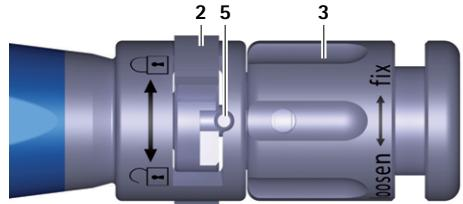

Fig. 4 Grande plano do instrumento introdutor, implante de ensaio/implante tensionado
- ▶ Rodar a porca giratória 3 no instrumento introdutor A no sentido horário (sentido "fix"), até o implante de ensaio ficar sob tensão, ver Fig. 4.
- ▶ Rodar a porca giratória **3** no instrumento introdutor **A** no sentido horário (sentido: „fix“), até o implante ficar sob tensão, ver Fig. 4.